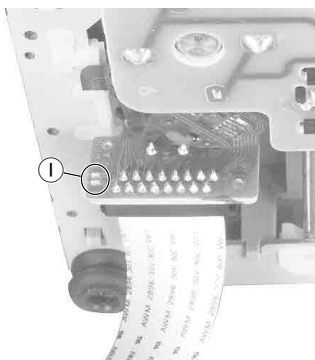

Fig. 7
**Hinweis:** Vor Abziehen der Flexprintleitung Sicherheitslötstelle (I) (Fig. 7) an der Pickup-Einheit kurzschließen. Dadurch wird verhindert, daß die Laserdiode durch statische Aufladung zerstört wird.
**Note:** Shortcircuit the safety solder pads (I) (Fig. 7) on the pickup unit before unplugging the flexprint to avoid a damage to the laser diode by static charges.